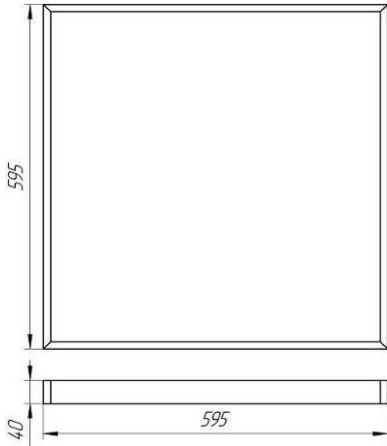

Рисунок 1. Габаритный чертеж Econex Office 595x595 G2 EM
5.1.2. Для установки светильника необходимо повернуть торцевую панель и аккуратно снять рассеиватель. Надежно закрепить на ровной поверхности корпус светильника при помощи комплекта креплений, габариты для монтажа см. рисунок 1 и 2.